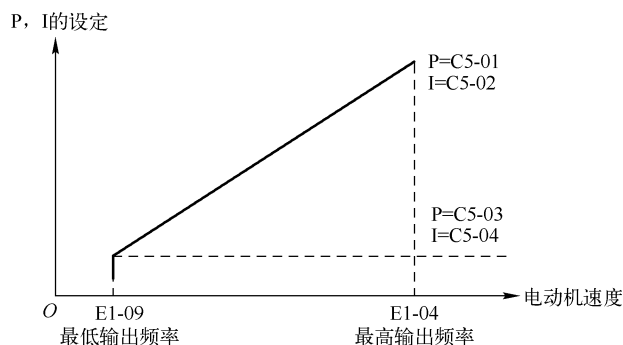

图 7-23 速度控制的增益积分时间的调整 (当带 PG 的 V/F 控制时)
如图 7-23 所示, 通过电动机速度, 比例增益 (P) 和积分时间 (I) 被线性改变。